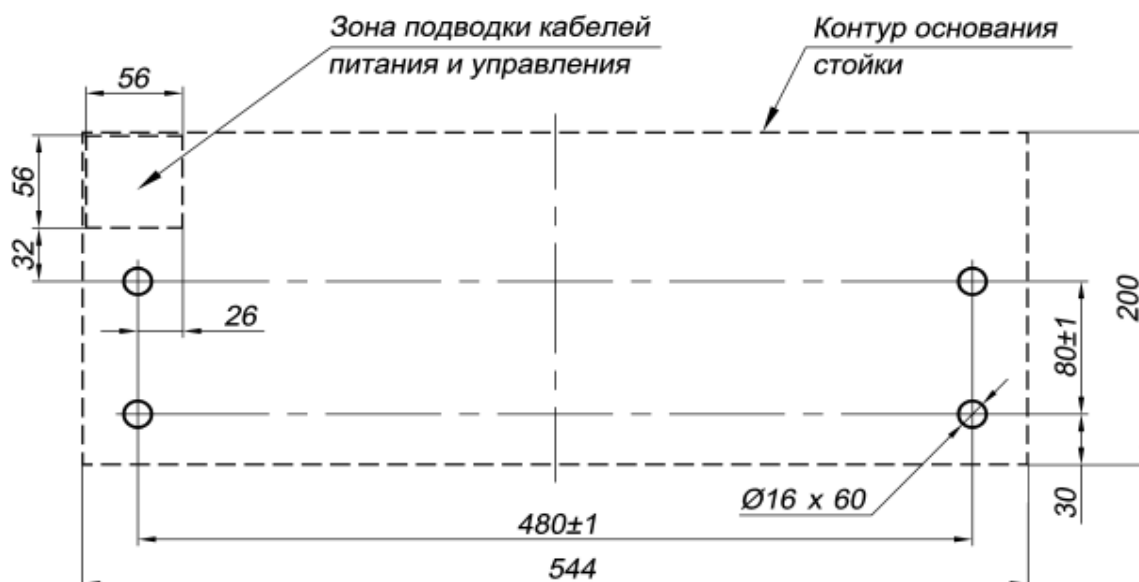

Рисунок 12. Схема разметки для установки стойки ЭП
4. Выполните на установочной поверхности в соответствии с рис. 12 разметку отверстий для монтажа стойки.